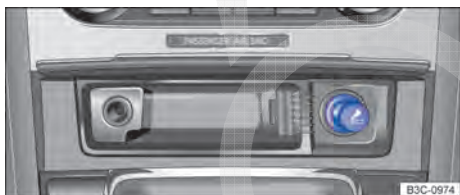

Fig. 134 No console central dianteiro: acendedor de cigarro no cinzeiro.
- Pressionar a cabeça do acendedor de cigarro para dentro com a ignição ligada ⇒ Fig. 134.